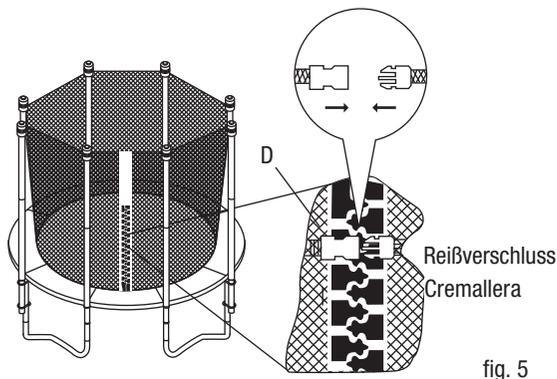

fig. 5
Cierre la cremallera de la red de seguridad (D) en la entrada, que debe estar entre dos patas de soporte del trampolín y luego haga que las dos trabas traben. (fig. 5) (la traba inferior no está dibujada).